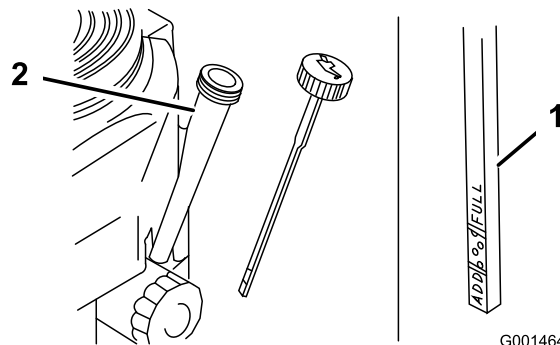

Figura 32
- Pulite attorno all'asta di livello (Figura 32) in modo che la morchia non possa penetrare nel foro di rifornimento e danneggiare il motore.
- Svitare l'asta di livello dell'olio e pulitene l'estremità (Figura 32).
- Inserite a fondo l'asta di livello nel tubo di rifornimento, senza avvitare (Figura 32).
8. Versate lentamente nel tubo di rifornimento (Figura 32) l'80% circa dell'olio indicato.